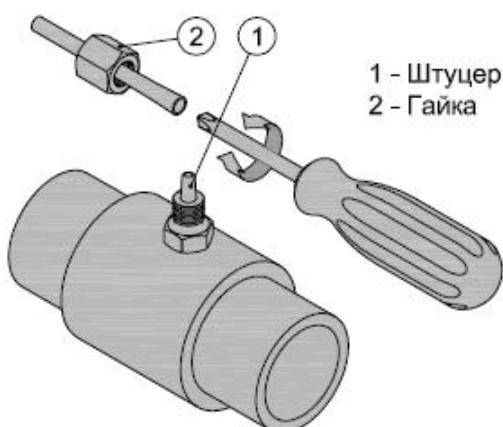

Рис.11 Развальцовка трубы PTFE
Для соединения трубок PTFE с ниппелями или клапанами впрыска системы «Кристалл» используется типовое сочетание штуцера и накидной гайки. Штуцер – это конусообразный выступ с торца подключаемого элемента (ниппеля или клапана впрыска, см. рис.11 поз.1).
- Скрутить накидную гайку со штуцера и надеть её на трубку PTFE, как это показано на рис.11;